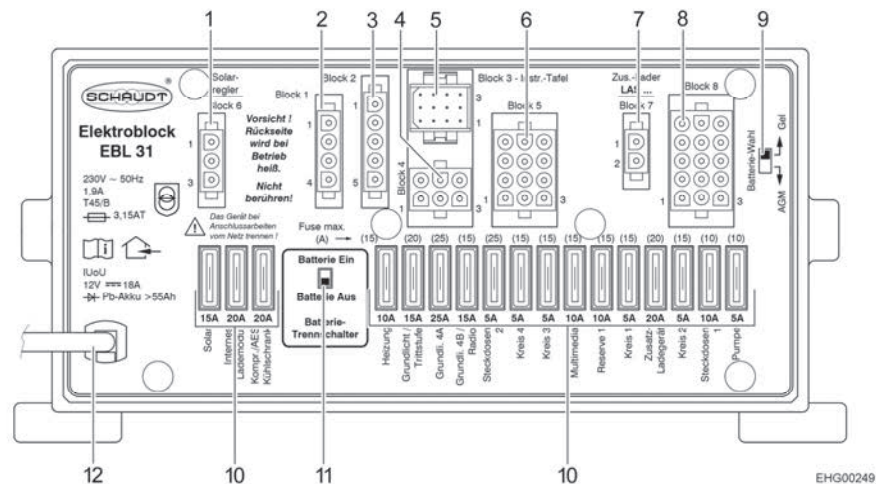

Fig. 78 Bloc électrique (EBL 31)
- ▷ Les consommateurs tels que chargeur, régulateur de panneau solaire, panneau de contrôle et autres sont alimentés par la batterie, même lorsque l'interrupteur principal 12 V est fermé sur le panneau de contrôle (Fig. 79,6). C'est pourquoi il faut mettre l'interrupteur-séparateur de batterie (Fig. 78,11) du bloc électrique sur "Batterie Aus" (batterie Arrêt) lorsque le véhicule n'est plus utilisé pendant une longue période.